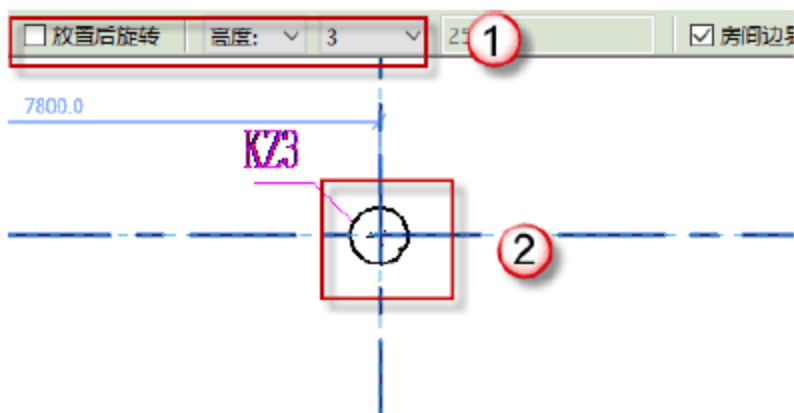

图 4.1.28 绘制圆形框架柱 KZ3
(4) 绘制圆形框架柱 KZ3，按快捷键 C+L，取消“放置后旋转”复选框的选择，改为“高度”放置，使顶部标高对齐标高结构 3 层，如图 4.1.28 所示。